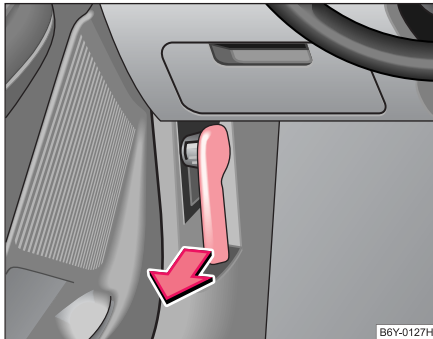

Abb. 123 Entriegelungshebel für Motorraumklappe
- Ziehen Sie an dem Entriegelungshebel unterhalb der Schaltertafel auf der Fahrerseite ⇒ Abb. 123.
- Entriegeln Sie die Motorraumklappe ⇒ Seite 173, Abb. 123.